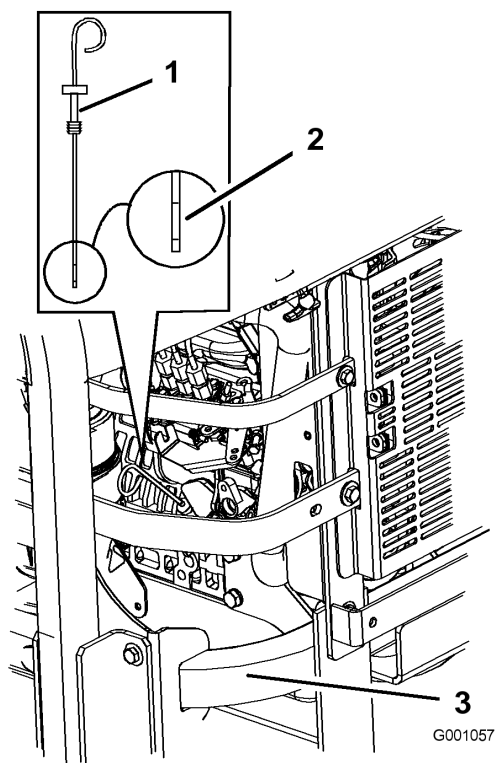

Figura 34
3. Limpie alrededor de la varilla de nivel de aceite (Figura 34) de forma que la suciedad no penetre por el orificio de llenado y cause daños en el motor.
4. Retire la varilla de aceite y limpie el extremo metálico (Figura 34).
5. Introduzca la varilla a fondo en el tubo de llenado. Retire la varilla y observe el extremo metálico (Figura 34). Si el nivel de aceite es bajo, vierta lentamente sólo la cantidad de aceite suficiente en el orificio de llenado para que el nivel llegue a la marca Lleno.